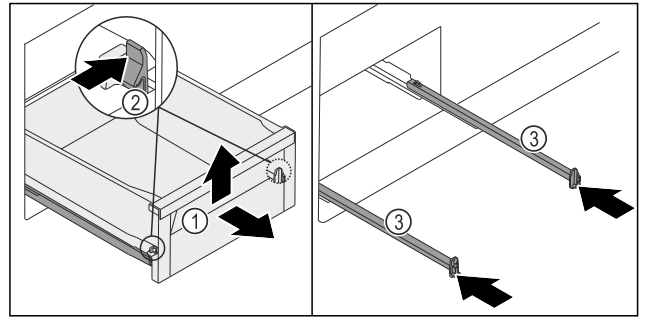

Fig. 247
- Schubfach Fig. 247 (1) bis zum Anschlag herausziehen.
- Klemme Fig. 247 (2) links und rechts gleichzeitig nach innen drücken.
- Schubfach Fig. 247 (1) löst sich von den Schienen.
- Schubfach Fig. 247 (1) vorne hochheben.
- Schubfach Fig. 247 (1) nach vorne entnehmen.
- Schienen Fig. 247 (3) einschieben.